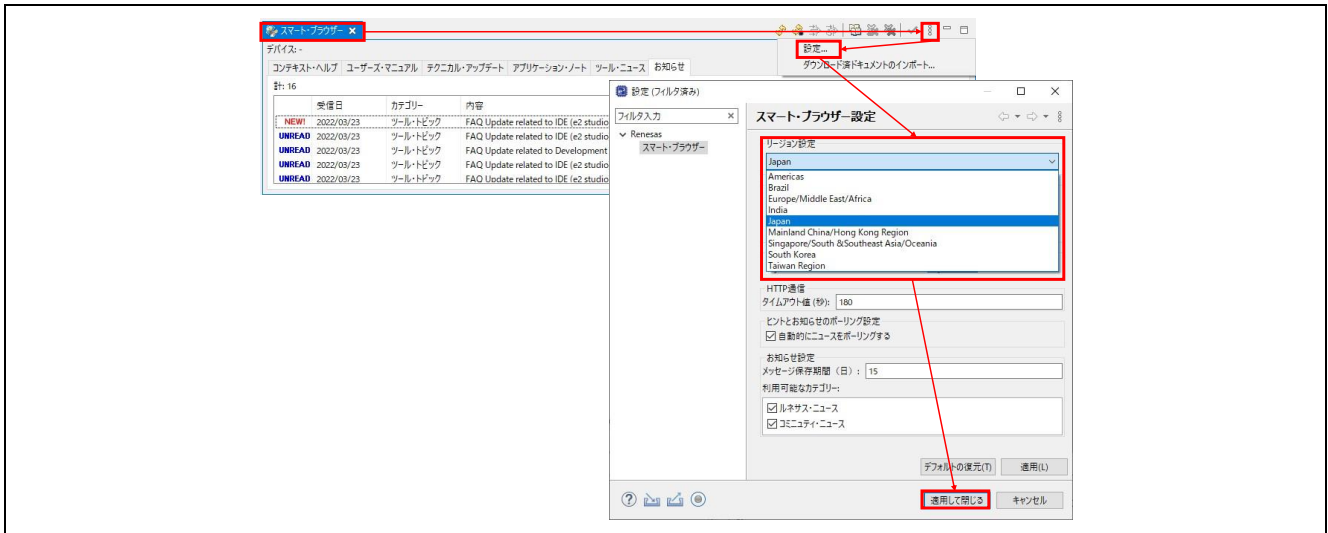

図 3-4 リージョンの設定
■ ACMLP の「DAC8 channel 0 output」を選択した場合(図 3-4 の①)
- 図 3-4 の(A)で Vref を選択した場合
- ACMLP0 を「Disable」に選択した場合(図 3-4 の(D))
- 図 3-4 の(B)で IVREF0 を選択、図 3-4 の(C)で Vref を選択、かつ ACMLP1 を「Enable」に選択した場合(図 3-4 の(E)を Enable に設定)
上記 ACMPLP0 の設定では図 3-4 の①の設定が無効となります。そのため、図 3-4 の①を「DAC8 channel 0 output」から「CMPREF0」に変更してください。
■ ACMPLP の「DAC8 channel 1 output」を選択した場合(図 3-4 の②)
- 図 3-4 の(B)で IVREF0 を選択した場合
- 図 3-4 の(C)で Vref を選択した場合
- ACMPLP1 を「Disable」に選択した場合(図 3-4 の(E))
上記 ACMPLP1 の設定では図 3-4 の②の設定が無効となります。そのため、図 3-4 の②を「DAC8 channel 1 output」から「CMPREF1」に変更してください。